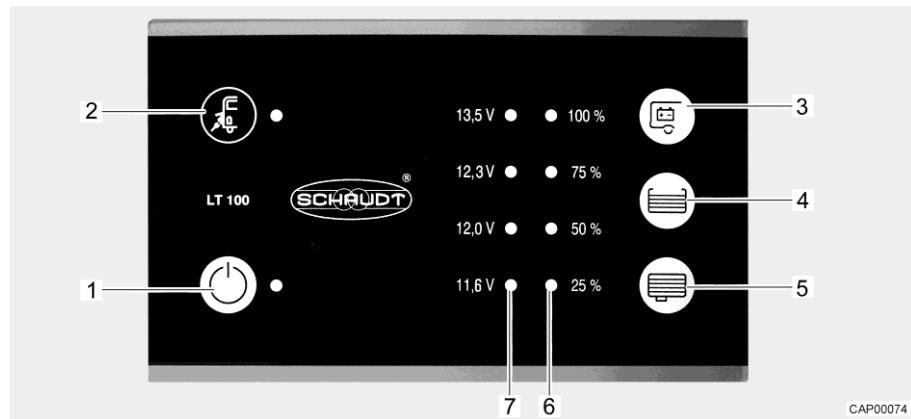

Bild 96 Panel (LT 100)
Die gelbe LED beim Symbol Netzanschluss "⚡" (Bild 96,2) leuchtet, wenn das Fahrzeug an eine externe Netzversorgung angeschlossen ist. Die LED leuchtet dann auch bei ausgeschaltetem Panel.
Der 12-V-Hauptschalter (Bild 96,1) schaltet das Panel und die 12-V-Versorgung des Wohnraums ein und aus.
Einschalten: ■ Schalter "⏻" (Bild 96,1) drücken: Die 12-V-Versorgung des Wohnraums ist eingeschaltet. Die LED leuchtet grün.
Ausschalten: ■ Schalter "⏻" (Bild 96,1) erneut drücken: Die 12-V-Versorgung des Wohnraums ist ausgeschaltet. Die LED erlischt.
Die LED-Skala (Bild 96,7) zeigt die Batteriespannung der Wohnraumbatterie wie folgt an:
- Taste "E" (Bild 96,3) drücken: Die Batteriespannung der Wohnraumbatterie wird angezeigt.
Die LED-Skala (Bild 96,6) zeigt den Füllstand des Frischwassertanks oder des Abwassertanks an.
Füllstand anzeigen: Taste "☰" (Bild 96,4) drücken: Der Füllstand des Frischwassertanks wird durch leuchtende LEDs angezeigt.
Taste "☷" (Bild 96,5) drücken: Der Füllstand des Abwassertanks wird durch leuchtende LEDs angezeigt.